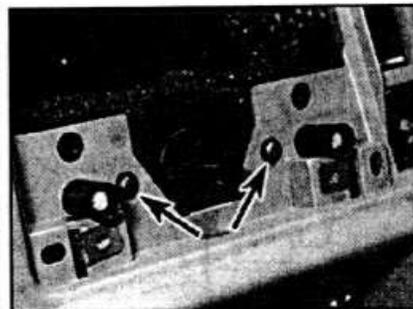

Рис. 3.46. Винты крепления панели отопителя.
- Отвинтите 2 винта крепления декоративной панели отопителя к панели приборов. Извлеките панель отопителя и отключите электрические разъемы. Затем полностью извлеките панель управления отопителем (см. рис. 3.46, 3.47).